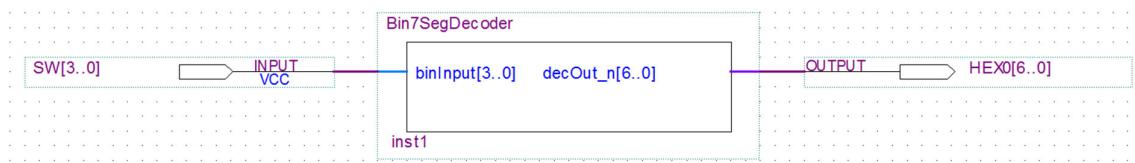

Figura 10 – Instanciação do módulo “Bin7SegDecoder” e ligação a pinos da FPGA.
6. Num novo ficheiro chamado “DisplayDemo.bdf”, crie um esquema lógico para instanciar o descodificador binário→7 segmentos e associar os respetivos portos a pinos concretos da FPGA do *kit* de desenvolvimento. Como mostra a Figura 10, ligue as entradas a interruptores e as saídas aos sinais de controlo dos segmentos do *display* HEX0.